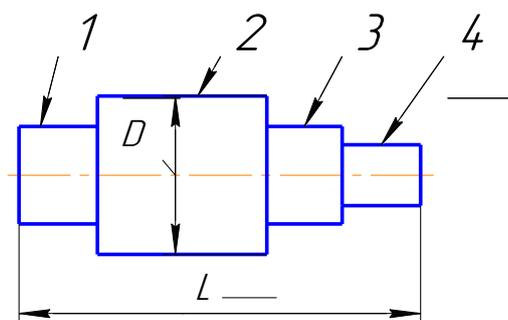

Рисунок 1. Вал
2. Изобразить на чертеже формата А4 фрагмент детали типа «Вал» рисунок 1.